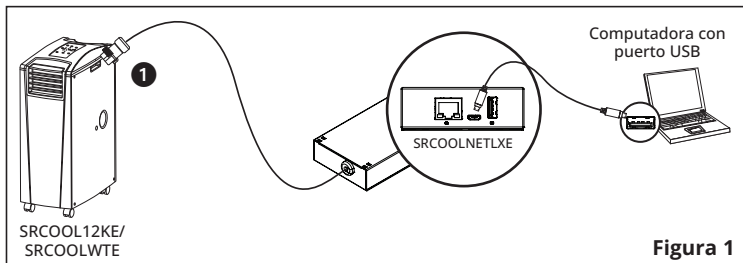

Figura 1
- 2-1 Conecte el SRCOOLNETLXE a los Enfriadores Portátiles SRCOOL12KE o SRCOOL12KWTE:** Usando el conector dedicado ❶, conecte el SRCOOLNETLXE al puerto de comunicación en el lado del enfriador portátil (consulte la Figura 1 en la sección ❸-3).